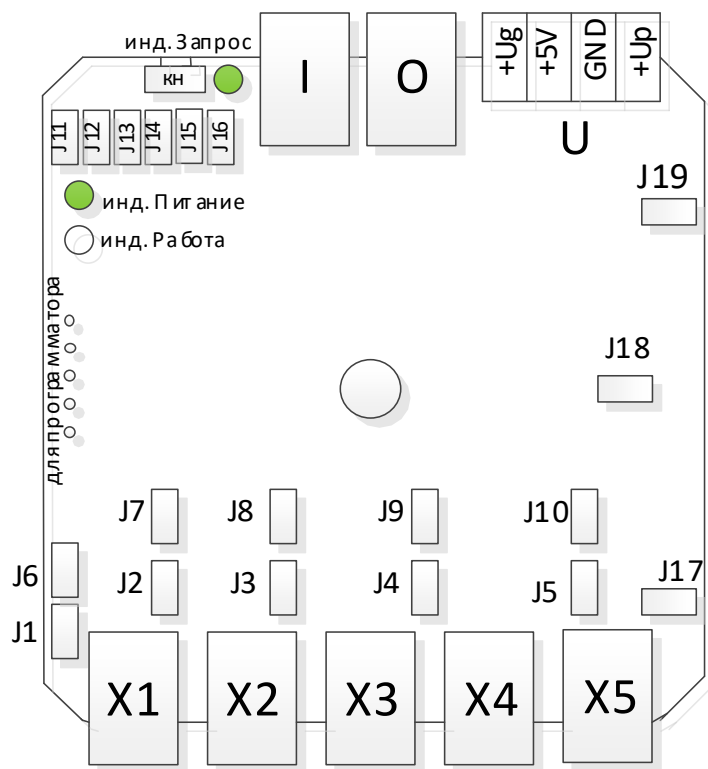
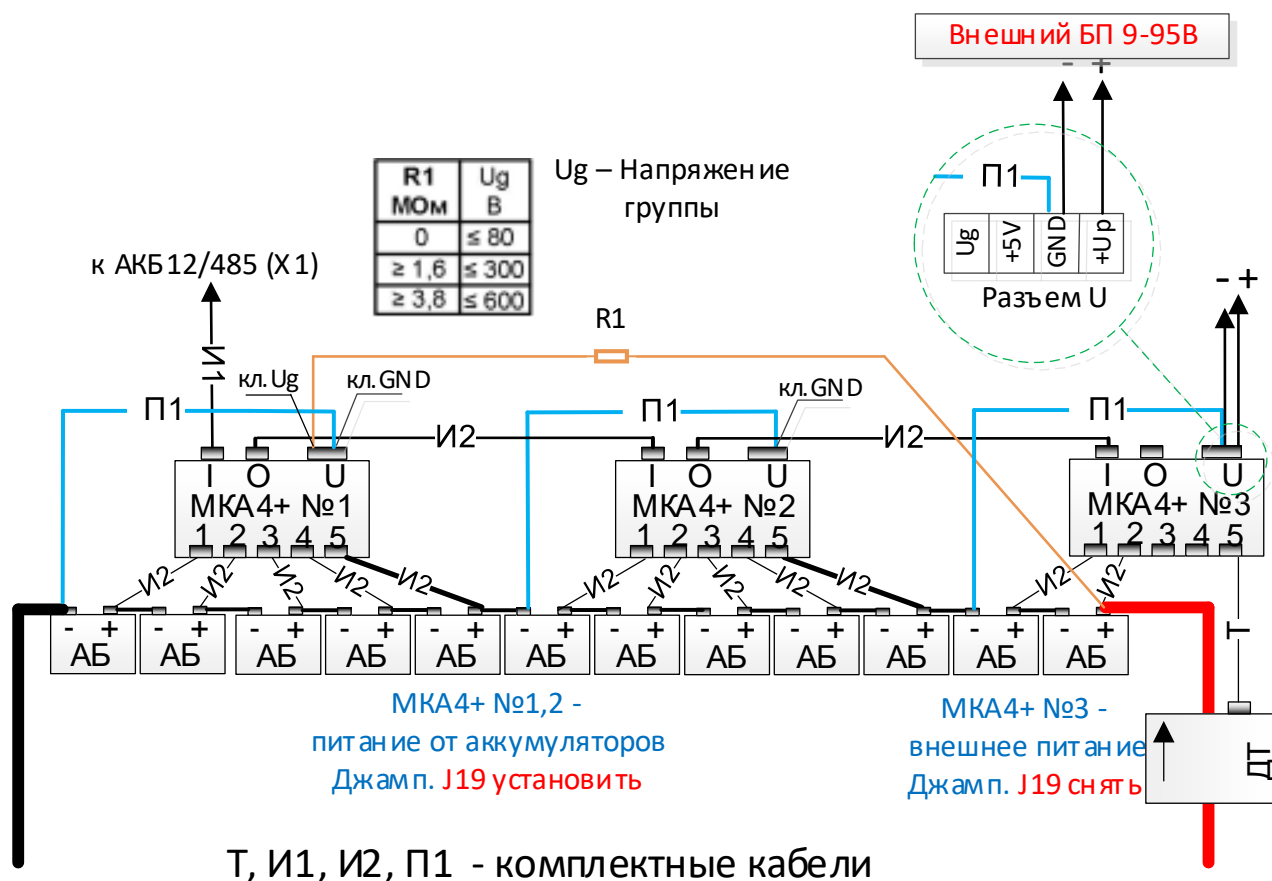

Рис.5 Размещение функциональных элементов на плате МКА4+
Рис.6. Обобщенная схема внешних соединений МКА4+
На рис.6 приведена обобщенная для всех типов АБ (по напряжению) схема подключения. Жирными линиями выделены кабели И2 и П1, по которым подается питание на МКА4+, подключаемые обязательно и в первую очередь.
Датчики тока, как наиболее энергопотребляющие и сильнее влияющие на разбалансировку АБ, подключаются к специально выделенному МКА4+, который должен получать питание от ЭПУ или от внешнего источника питания. (Пока в ПО и web-интерфейсе реализовано подключение только одного ДТ на вход X5. См. рис.6 МКА4+ №3) Датчики тока не имеют гальванической связи с силовой цепью, в которой замеряется ток. Поэтому они могут включаться как в «плюсовую», так и в «минусовую» шины. На корпусе датчика нанесена стрелка, указывающая направление тока в шине, протекающего от точки с высшим потенциалом в сторону низшего, которое принято, как положительное и соответствует заряду АБ в системе мониторинга. При протекании тока в противоположную сторону фиксируется режим разряда.
В реальных ЭПУ нередко применяются предохранители, разъединители и/или автоматические выключатели защиты линий, отходящих от групп АБ, от перегрузки, короткого замыкания, глубокого разряда АБ или для временного выведения АБ из работы. Для контроля положения таких выключателей, а также контроля целостности и качества контактов в соединительных силовых цепях АБ рекомендуется «мониторить» напряжения групп, как замеренные напрямую, так и вычисляемые (сумма напряжений всех АБ в группе, осуществляется АКБ12/485). В качестве замеренных используются данные от модуля ЭПУ485. Следует учитывать, что режим разряда сопровождается протеканием значительных токов, и в случае плохого контакта в соединительной перемычке между АБ, возможен повышенный разогрев перемычки. Благодаря тепловому контакту термодатчиков КПРJ с борнами (клеммами) АБ и перемычками имеется возможность обнаружить такой повышенный нагрев (в случае достаточно длительного режима «разряд»). Желательно отличать такой нагрев от разогрева самой АБ. Это должно учитываться при осмотре «проблемных» АБ. В изделиях версии 4 и выше с прошивкой xxx и выше взамен данных от ЭПУ485 можно использовать данные от дополнительного измерительного входа U_d (напряжение группы) клеммника U (см. рис. 5). На этот вход должно подаваться напряжение с такой точки, которая наиболее полно отвечает задаче контроля целостности проводов. Пример подключения приведен на рис.6. Вследствие большого коэффициента деления измеряемого напряжения возможно расхождение измеренных и вычисленных показаний по группе. С целью устранения этого рекомендуется ручная корректировка передаточного коэффициента измеряемого напряжения. Желательно производить это при полностью заряженных батареях, длительно находящихся в буферном режиме, и имеющих стабильное установившееся значения напряжения всех входящих в данную группу АБ. Такая функция особенно информативна в начале режима разряда батарей вследствие наибольших токов, протекающих через АБ.
3. Выполнить монтаж кабелей согласно схемам на рис. 6...10 или разработанной самостоятельно на их базе. Разъемы к МКА4+ и клеммы к батареям не подключать!